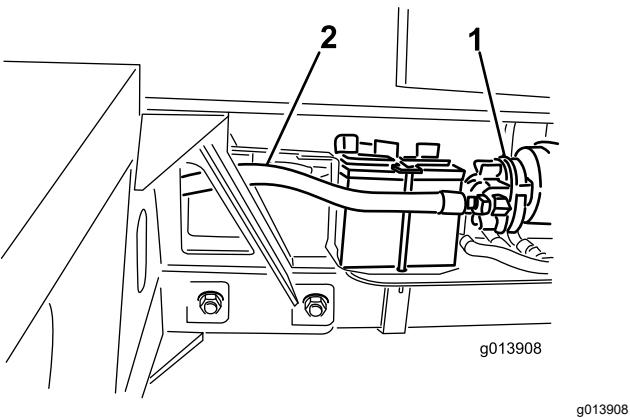

Рисунок 12
9. Подсоедините гидравлический шланг №4 к стороне всасывания гидравлического насоса (Рисунок 12).